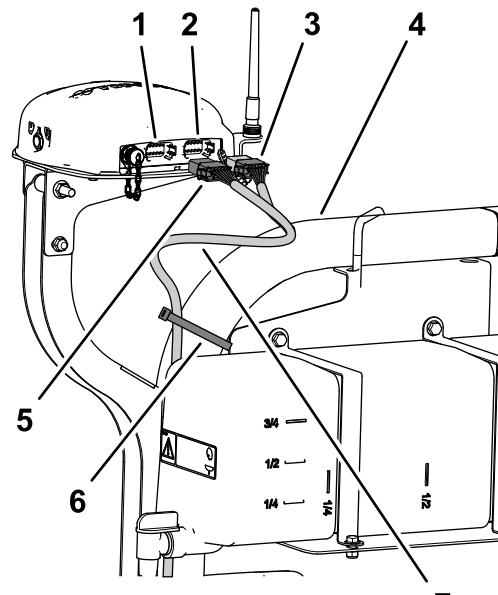

Bild 196
12-Buchsen-Stecker (grau und den 12-Buchsen-Stecker ((schwarz nach oben zum Navigationsempfänger (Bild 196).
7. Befestigen Sie den 390-cm-Zweig des Datenkabelbaums mit zwei Kabelbinden am rechten Überrollschutzrohr, wie in Bild 196 abgebildet.